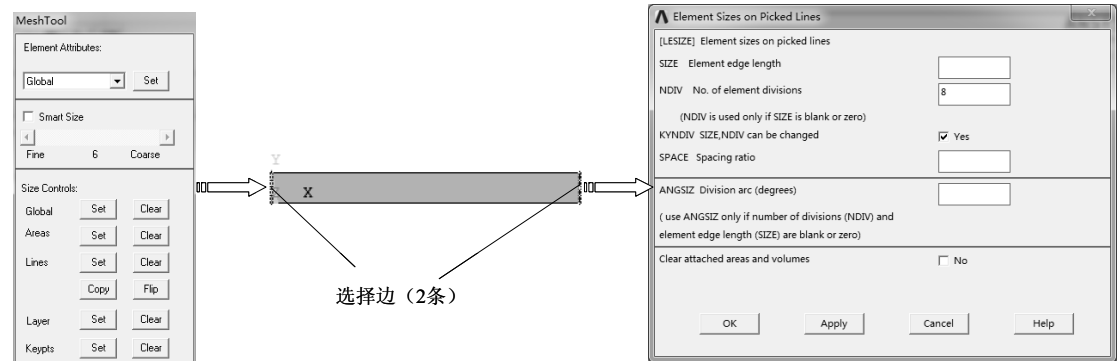

图 9-51 设置线单元数量
1) 选择“Main Menu>Preprocessor>Meshing>Mesh Tool”命令，弹出“Mesh Tool”对话框，单击“Lines”后的“Set”按钮，弹出“Element Size on Picked Line”对话框，选择两条竖短边，弹出“Element Sizes on Picked Lines”对话框，在“No. of element divisions”文本框中输入 8，单击“OK”按钮完成线单元数量设置，如图 9-51 所示。